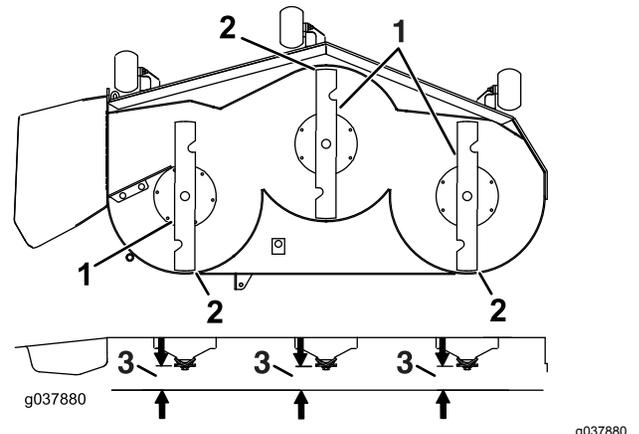

Figura 120
7. Compruebe el nivel longitudinal de la cuchilla (Figura 120). Asegúrese de que la punta de la cuchilla delantera está más abajo que la punta de la cuchilla trasera, como se muestra en Altura de bloque y soporte. Si se requieren ajustes, siga con este procedimiento.